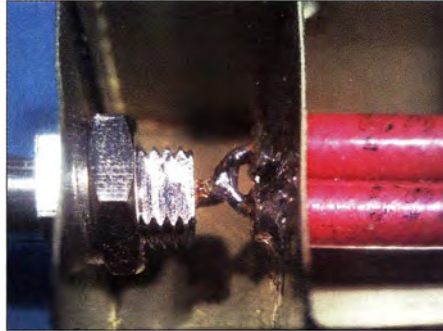

Bild 30: Zwei 50-Ω-Kabelstücke am 50-Ω-Anschaltplatz des Vierfach-Anpassstopfs
- nach dem *ok* ist der Datenfluss nun auch im *VPort 1 Terminal (Setup Show)* aktivieren, in Bild 30 links unten) sichtbar.
knopf des CW-Skimmers nicht vergessen; CW-Skimmer ist bereits eingestellt, da es lediglich Omni-Rig nutzt. Das Bild 30 zeigt das Ergebnis.
Bild 30: HSDR (links oben), LP-Bridge 2 (links unten), Ucx-Log (rechts, daneben) und CW-Skimmer (ganz rechts) zeigen nun dieselbe Frequenz wie der Transceiver an; möglich geworden ist dies durch die Y-artige Verzweigung von Port COM1 auf COM11 und COM12.